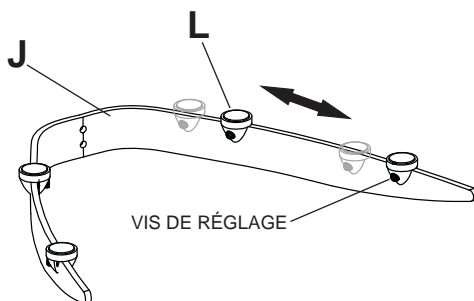

fig. 4.1
- 3 Fixez les attaches de support (L) sur le support de conservation (J) et faites glisser à la position désirée, comme illustré à la figure 4.1. Serrez fermement toutes les vis de fixation en utilisant la clé Allen de 2,5 mm (N). Ne pas trop serrer les vis.